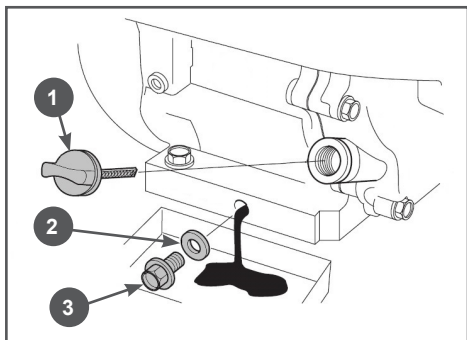

Рис. 13 Замена моторного масла
3. Открутите пробку для слива масла (Рис. 13) и слейте отработанное масло в подготовленную для этого емкость.